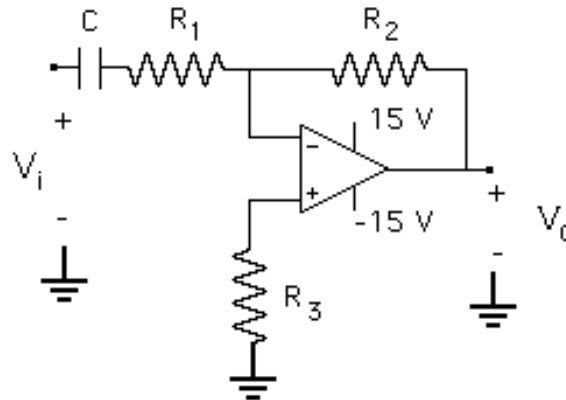

Figura 8.3.- Filtro pasa-alto activo
9.- Haga el diagrama circuital completo en SPICE del filtro pasa alto activo mostrado en la Figura 8.3 con los valores indicados por su profesor, y realice un análisis AC SWEEP en SPICE para obtener una gráfica de la salida en función de la frecuencia, con una señal de entrada de 1 V de amplitud y un rango de frecuencias de 10 Hz a 1 MHz. Calcule teóricamente la frecuencia de corte del filtro ($f_c = 1/2\pi R_1C$) y ubíquela en la gráfica. Explique el comportamiento del circuito para altas frecuencias, tomando en cuenta el resultado del análisis AC SWEEP en SPICE que obtuvo para el amplificador inversor.
9.- Ubique el condensador correspondiente en el circuito de la Figura 8.3 para obtener el filtro pasa alto activo. A fin de poder realizar una gráfica de la respuesta en frecuencia del amplificador operacional en la configuración filtro pasa alto activo, mida la amplitud de la ganancia de voltaje (V_o/V_i) en un amplio rango de frecuencias. Para ello coloque en la entrada señales sinusoidales de 1 V de amplitud y frecuencias de 10 Hz, 100 Hz, 1 kHz, 10 kHz, 100 kHz y 500 kHz y compruebe las amplitudes y frecuencias de estas señales de entrada con el osciloscopio antes de realizar las mediciones sobre la señal de salida. Asegúrese de tomar varios puntos alrededor de la frecuencia de corte del filtro ($f_c = 1/2\pi R_1C$), hasta completar 10 puntos. Anote los resultados obtenidos en la siguiente tabla y registre los comentarios pertinentes. Al ir realizando las mediciones compruebe los resultados utilizando como referencia el diagrama en SPICE para evitar errores grandes. Al terminar esta tabla, muéstrela a su profesor para que haga una primera revisión de los resultados.